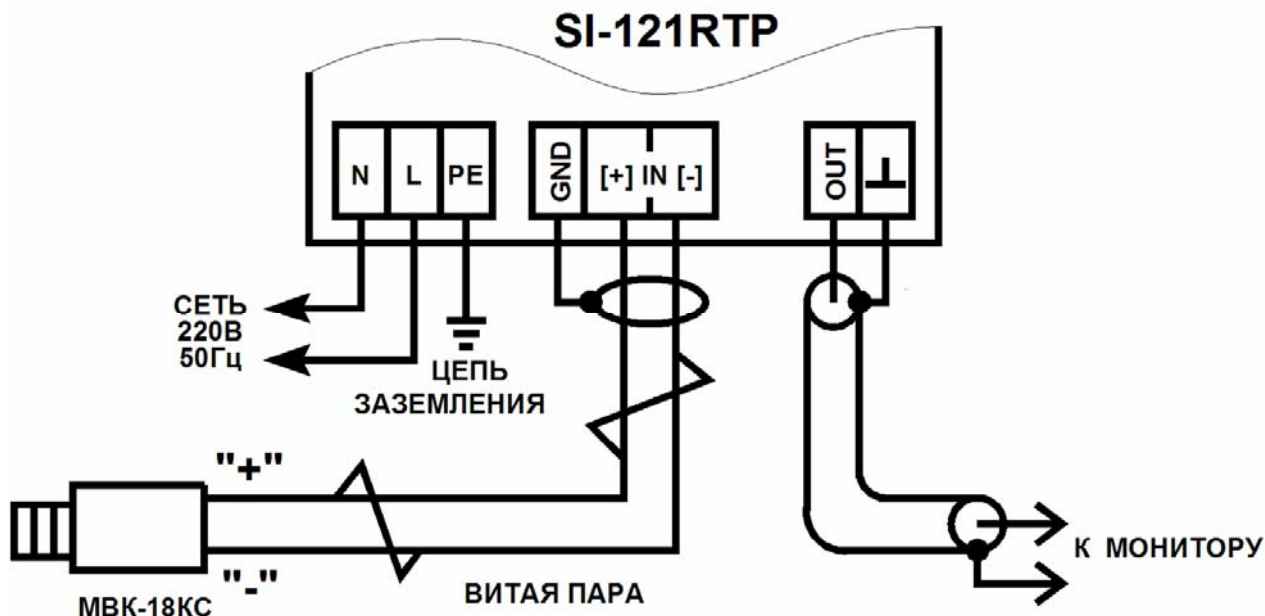

Рис.1
5.8. Схема подключения **МВК-18КС** к приёмнику приведена на рис. 1